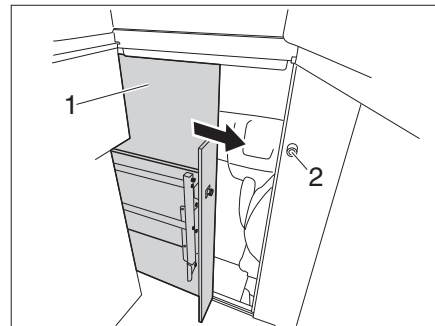

Fig. 55 Cerradura de la cabina del conductor
- Empujar la puerta (Fig. 55,1) hasta que engatille en la cerradura.
- Girar el tirador (Fig. 55,2) en sentido contrario a las agujas del reloj, hasta que esté bloqueada la puerta.
- Girar el tirador (Fig. 55,2) en sentido de las agujas del reloj, hasta que esté desbloqueada la puerta.
- Empujar y asegurar la puerta (Fig. 55,1).